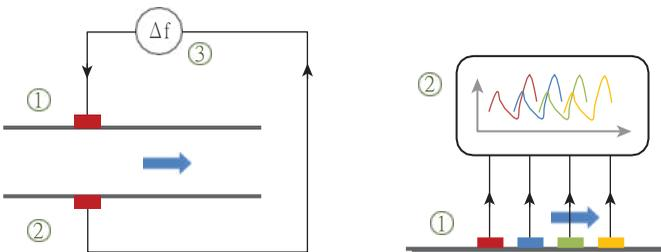

Рис. 2.6
Другие способы использования ультразвука относятся доплеровский измеритель и методы корреляции (рис. 2.6). Оба полезны в приборах используя жидкости которые содержат частицы или пузыри (или газы с капельками). Доплеровский измеритель измеряет отклонение между переданной и принятой частотами, и это различие зависит от скорости частиц в среде. Необходимые предпосылки для этого метода заключаются в том, что среда содержит некоторые частицы и что эти частицы движутся с той же скоростью, что и сама среда. Если есть много крупных частиц, таких как камни, может быть полезен корреляционный измеритель. Это устройство будет анализировать звуковые шаблоны в двух местах вдоль трубы. Если шаблон от датчика (1) распознается на датчике (2), время пути может быть измерено, и вместе с известным расстоянием между датчиками может быть оценена скорость потока.